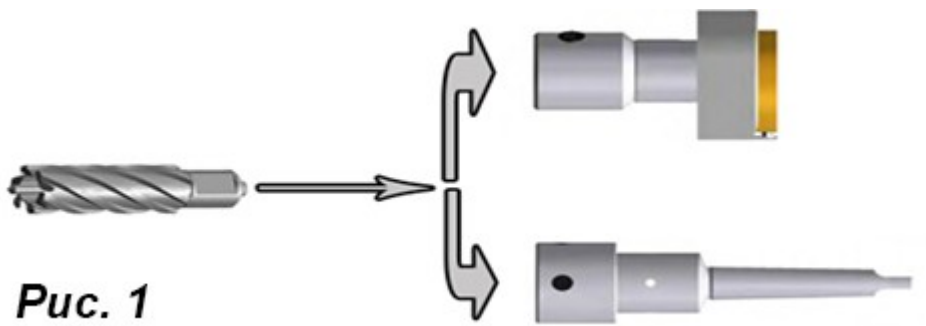

Рис. 1
- 3) Установите фрезу или переходник в оправку так, чтобы плоские стороны находились точно перед крепежными винтами оправки (рис. 1).